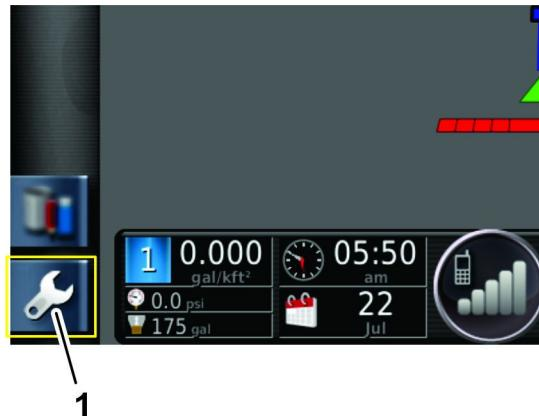

Figura 18
- Pressione o ícone de Configuração no ecrã principal (Figura 18).